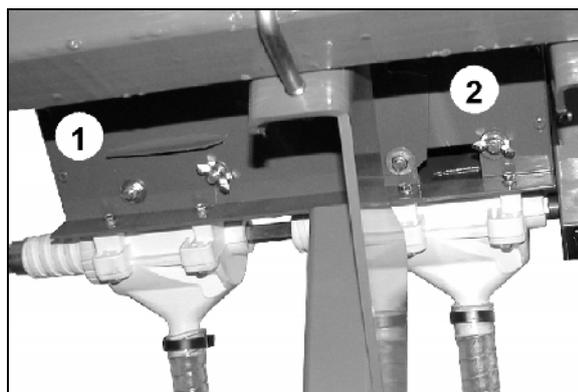

Fig. 54
2. Aflojar las tuercas de mariposa de ambas válvulas (Fig. 54/1).